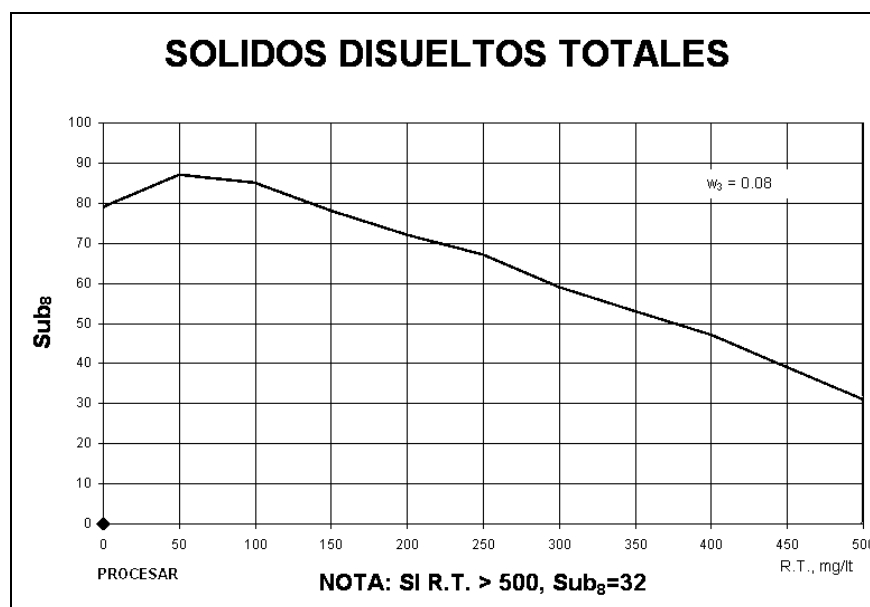

Figura 8 Valoración de la calidad de agua en función del Residuo Total
Si los Sólidos disueltos Totales son mayores de 500 mg/L el (Sub₈) es igual a 3, si es menor de 500 mg/L, buscar el valor en el eje de (X) en la **Figura 8** se procede a interpolar al valor en el eje de las (Y). El valor encontrado es el (Sub₈) de Residuo Total y se procede a elevarlo al peso w_8 .